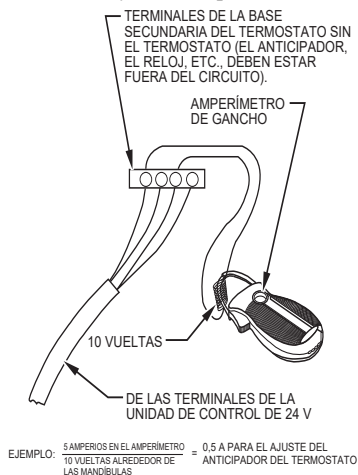

Fig. 64 – Verificación del amperaje con un amperímetro
2. Conecte un amperímetro entre los terminales R y W de la sub-base o entre los cables R y W de la pared. Consulte la Fig. 64.